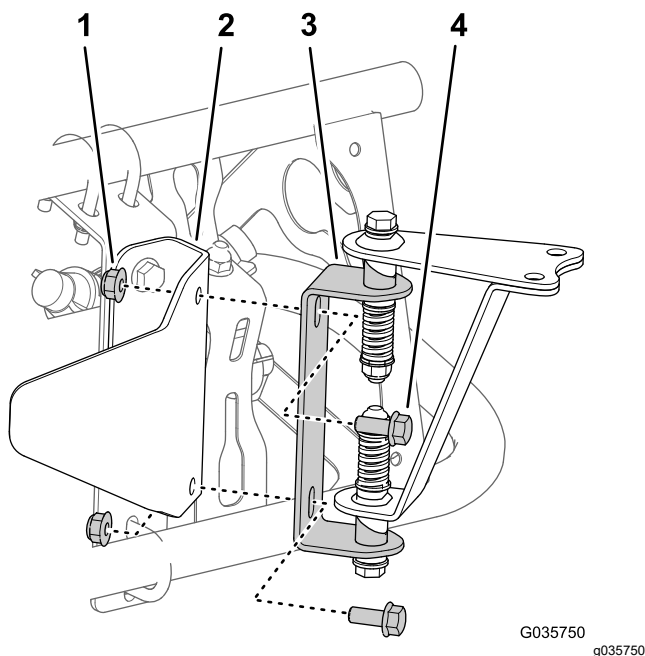
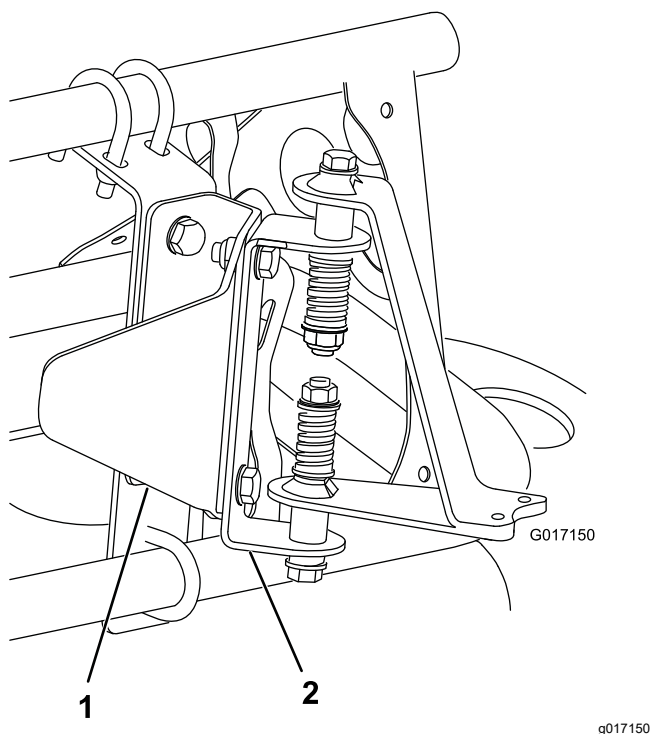

Bild 18
Bild 19
3. Montieren Sie die Befestigungen für die Sensorbefestigung mit zwei Schrauben (5/16" x 3/4") und zwei Sicherungsmuttern (5/16") an der Sensorschutzvorrichtungshalterung, wie in Bild 18 (für einen nicht abgedeckten Ausleger) oder in Bild 19 (für einen abgedeckten Ausleger) abgebildet.